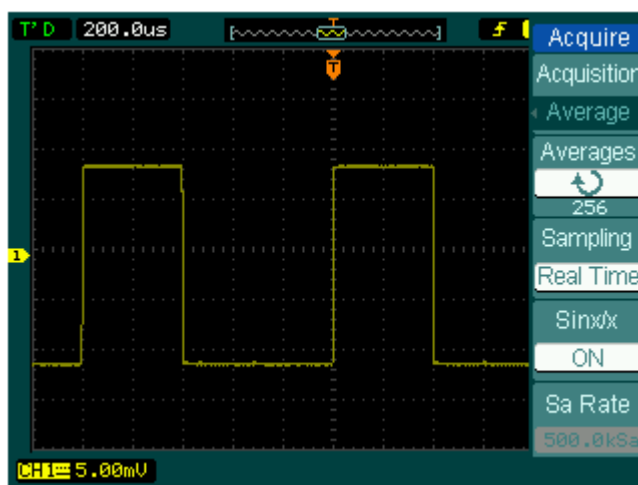

рисунок3-3
- переключить легкую кнопку **Averages**, **выбрать среднюю величину удаления показанного шума волны. Круг2-256(см рисунок3-3)**